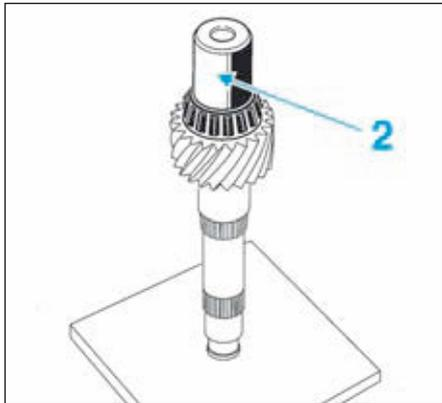

FIG.28
- Reposer le roulement à l'aide d'un mandrin de diamètre approprié (indice "0") (2) faisant parti du coffret [2] (Fig.28).